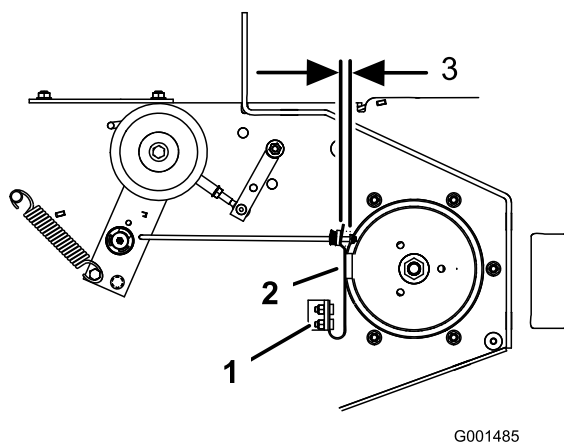

Figure 69
3. Le cas échéant, ajustez les boulons de fixation de ressort de sorte que la plaquette de frein de lame frotte contre les deux côtés de la gorge de la poulie (Figure 69).
4. Ajustez l'écrou à l'extrémité de la tige de frein jusqu'à ce que l'écrou et l'entretoise soient espacés de 3 à 5 mm (1/8 à 3/16 po) (Figure 69).